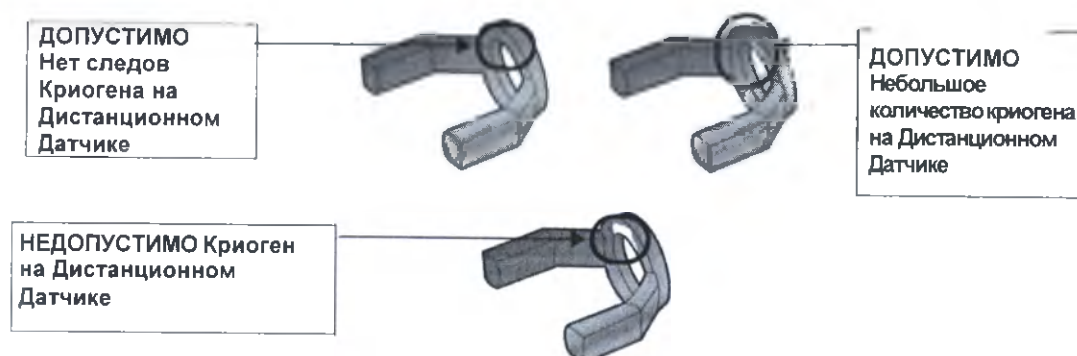

Рисунок 3-1: Результаты Криогена: Допустимые и Недопустимые
- Если тесты показывают допустимое совмещение с новым Дистанционным Датчиком, свяжитесь с Технической Поддержкой Candela для пересмотра результатов. Смотрите рисунок 3-1.